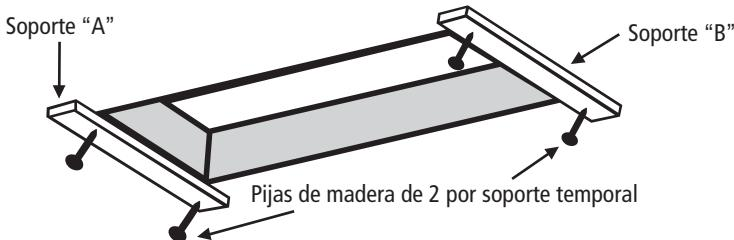
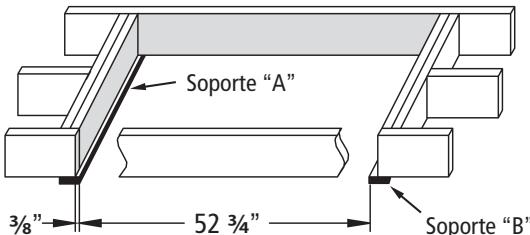

FIGURA 3
FIGURA 4: Vista desde arriba
A. Añada soportes temporales “A” y “B” con piñas de $2\frac{1}{2}$ ” como se muestra en la Figura 3. El soporte “A” debe estar situado en el extremo, donde se ubica la bisagra de la puerta de la escalera. El borde del soporte “A” deberá extenderse $\frac{3}{8}$ ” dentro de la abertura como se muestra en la Figura 4. Asegúrese de que ambas piñas penetren el cabezal por encima del techo.
B. Mida desde el borde interior del soporte “A”, posicione y asegure el borde interior del soporte “B” a $52\frac{3}{4}$ ” (Figura 4). Asegúrese de que ambas piñas penetren el cabezal por encima del techo.